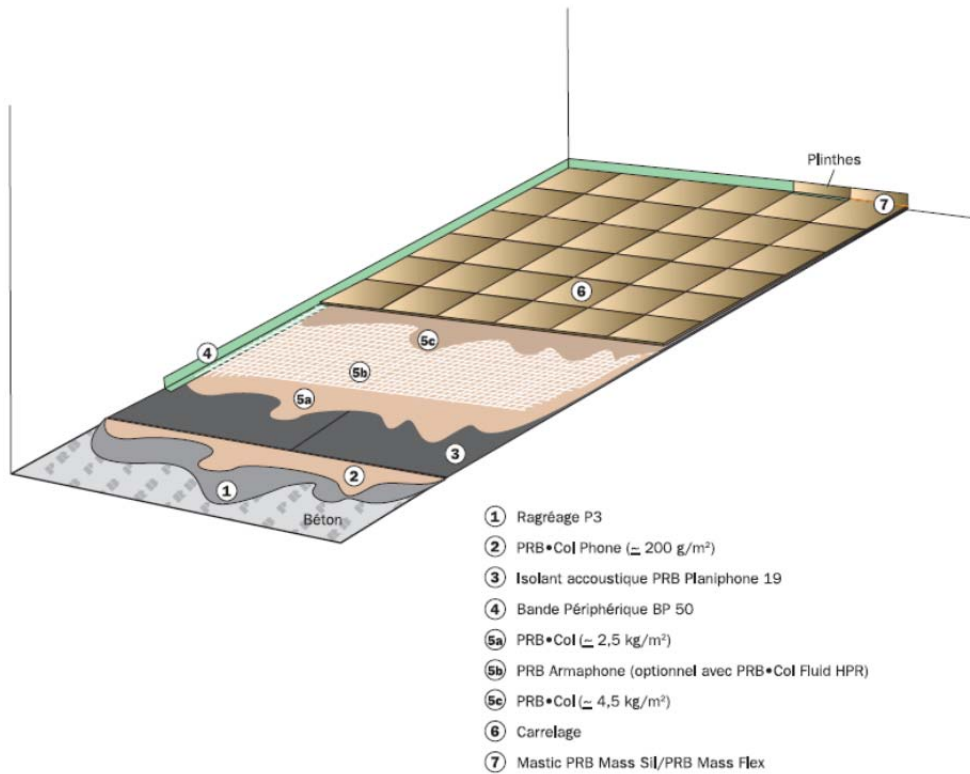

Figure 1 – Principe de pose du système PRB PLANIPHONE 19
- cas d'une allège amovible (cf. figure 1) :